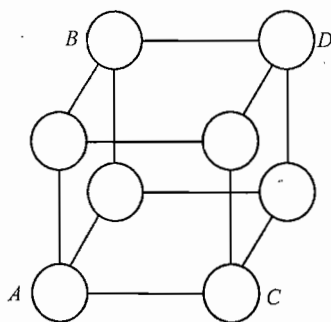

图 18-1 第一题第 5 小题图
1. FCC 结构的密排方向是 (1), 密排面是 (2), 密排面的堆垛顺序是 (3), 致密度为 (4), 配位数是 (5), 晶胞中原子数为 (6), 把原子视为半径为 r 的刚性球时, 原子的半径和点阵常数 a 的关系为 (7)。
2. 形成有序固溶体的必要条件是: (8)、(9)、(10)。
3. 无序固溶体转变为有序固溶体时, 合金性能变化的一般规律是: 强度和硬度 (11), 塑性 (12), 导电性 (13)。
4. Fe-Fe₃C 相图含碳量小于 (14) 为钢, 大于 (15) 为铸铁; 铁碳合金室温平衡组织均由 (16) 和 (17) 两个基本相组成; 奥氏体其晶体结构是 (18), 合金平衡结晶时, 奥氏体的最大含碳量是 (19); 珠光体的含碳量是 (20); 莱氏体的含碳量为 (21); 在常温下, 亚共析钢的平衡组织是 (22), 过共析钢的平衡组织是 (23); Fe₃C_I 是从 (24) 中析出的, Fe₃C_{II} 是从 (25) 中析出的, Fe₃C_{III} 是从 (26) 中析出的, 它们的含碳量为 (27)。
5. 图 18-1 为简单立方点阵晶胞, 其中 ABC 面的面指数是 (28), AD 的晶向指数是 (29)。